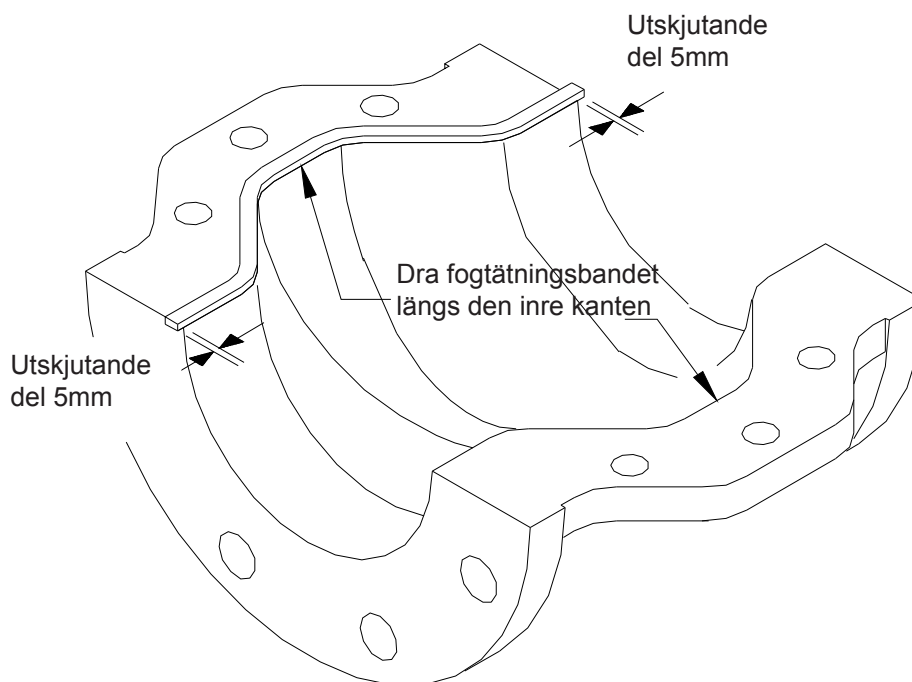

Bild 4-1: Fastsättning av fogtätningbandet
- STEG 3: För att täta ventilhusets halvor behöver man endast ett 5 mm brett fogtätningband av PTFE-teflon. Fäst bandet endast på ventilhusets ena halva, inte på båda. Bandet bör följa det inre omfånget på ventilhusets halva och ska titta fram över kanten med 1/16" till 1/8" (se bild 4-1).